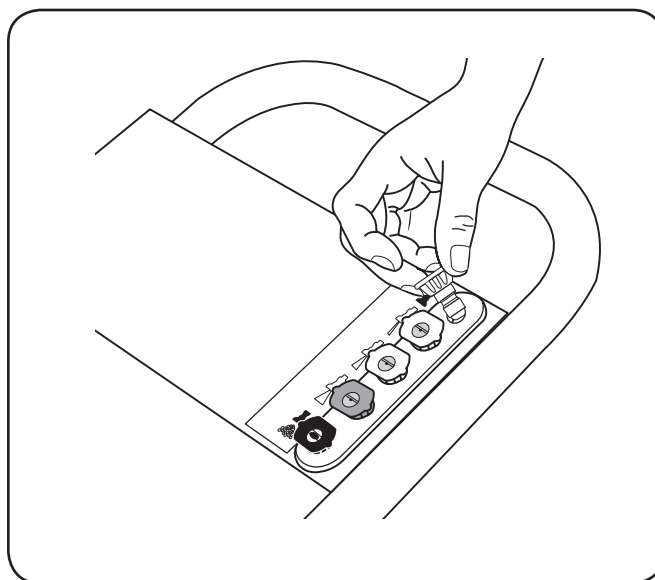

Figure 3-2
1. Retirer du sac plastique les buses colorées à changement rapide et les insérer dans le porte-buse. Les couleurs des buses correspondent aux couleurs sur le panneau. Ver la Figure 3-2.